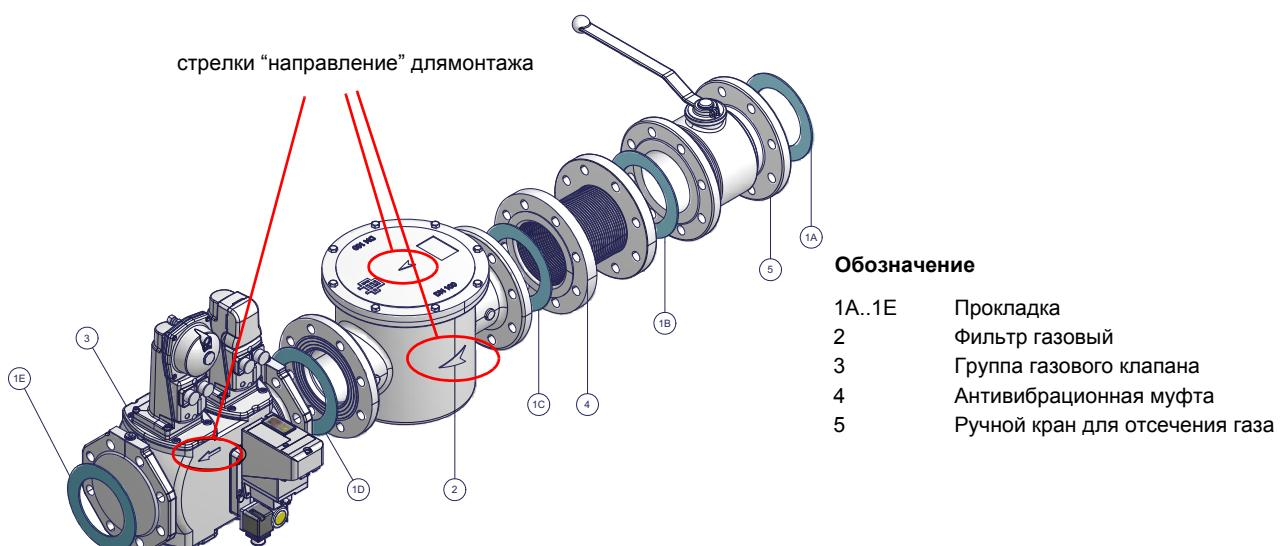

Рис. 2 - Пример газовой рампы
- 1- б) при фланцевых соединениях: между соседними компонентами устанавливать прокладку (1A..1E - Рис. 2), совместимую с используемым газом,
ВНИМАНИЕ: после монтажа газовой рампы согласно схеме на Рис. 2, необходимо провести тестирование на герметичность газового контура, согласно требований действующих нормативов.
- 1 - б) при фланцевых соединениях: между соседними компонентами устанавливать прокладку (1A..1E - Рис. 2), совместимую с используемым газом,